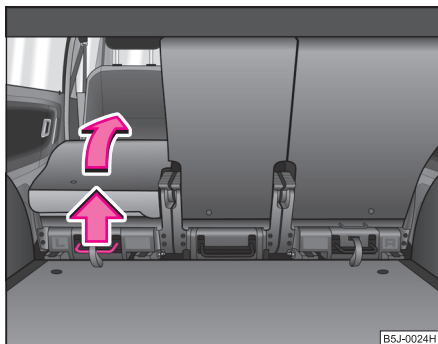

Abb. 53 Sitz komplett vorklappen
- Ziehen Sie den Hebel ⇒ Abb. 53 nach oben und klappen Sie danach den Sitz komplett vor.